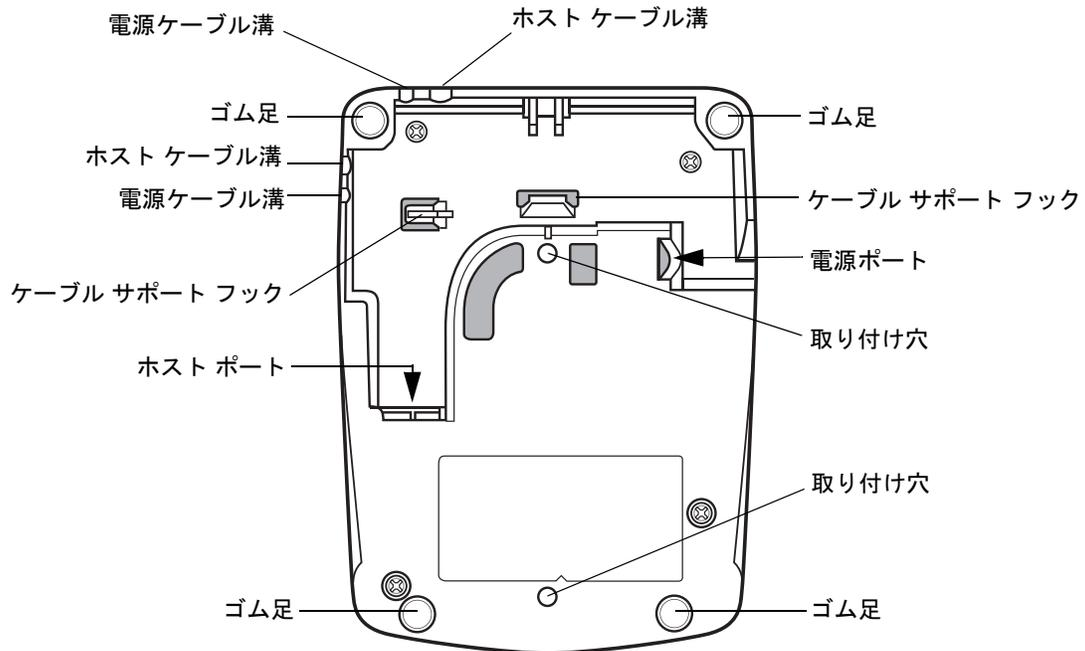

図 1-6 CR0078-P クレードル背面図
5. インタフェース ケーブルをケーブル フックに通し (1-6 ページの図 1-6 を参照)、ホスト ケーブルと電源ケーブルをそれぞれのケーブル溝に沿って配線します。